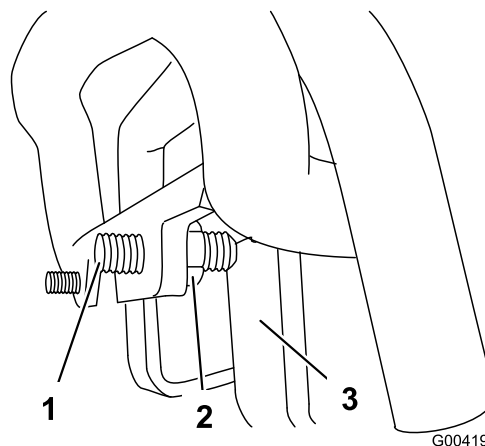

Рисунок 55
3. Если машина отклоняется **влево**, ослабьте **правую** контргайку и отрегулируйте винты настройки центрирования в передней части органа управления тягой (Рисунок 55).
4. Если машина отклоняется **вправо**, ослабьте **левую** контргайку и отрегулируйте винты настройки центрирования в передней части органа управления тягой (Рисунок 55).